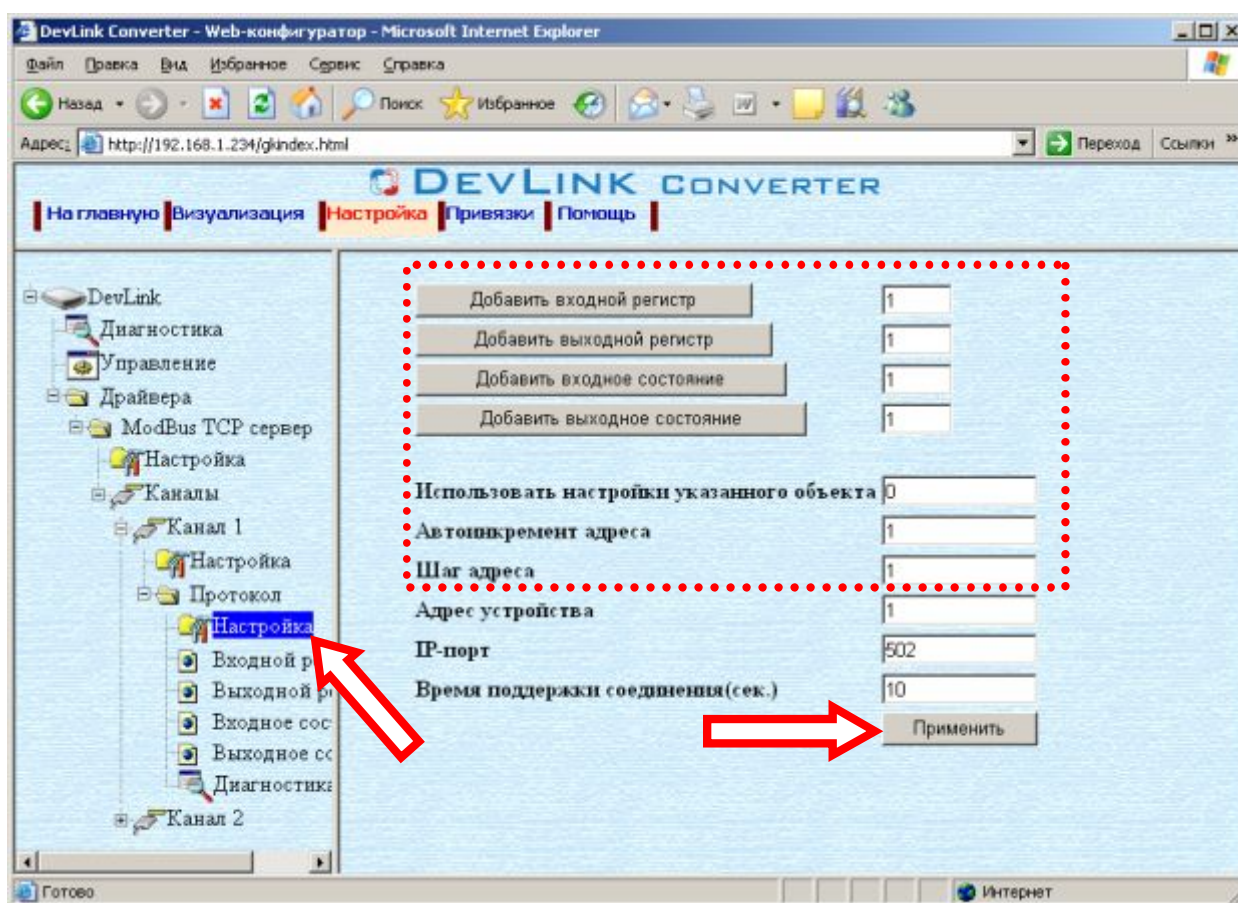

Рисунок 3.5 – Добавление регистров
- Выберите в дереве объектов папку «Настройка» протокола драйвера нужного канала (рисунок 3.5).
обновлено. Соответствующая папка канала драйвера должна содержать новые объекты информации (рисунок 3.5).
- Выберите в дереве объектов *папку «Настройка»* протокола нужного канала драйвера (рисунок 3.5).